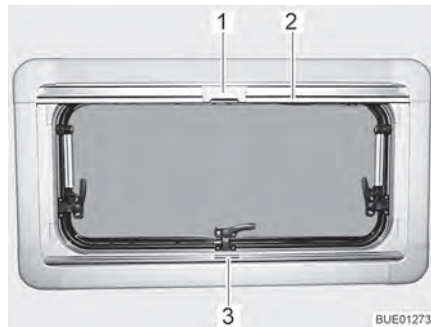
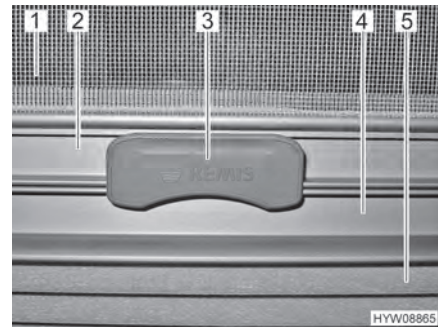

Bild 44 Överkantshängt fönster
Bild 45 Spärr
**Plisségardin** Plisségardinen (Bild 45,5) finns i den nedre rullgardinskassetten.
**Stänga:** ■ Ta tag i mitten på plisségardinens list (Bild 44,3 och Bild 45,4) och drag den nerifrån och uppåt och släpp den vid önskad höjd. Plisségardinen stannar på denna höjd.
**Insektsnät** Insektsnätet (Bild 45,1) finns i den övre rullgardinskassetten.
**Stänga:** ■ Drag, med listen (Bild 44,2 och Bild 45,2), ner insektsnätet tills listen stöter mot plisségardinen (Bild 45,4).
■ Lås fast insektsnätets spärr (Bild 44,1 och Bild 45,3) på plisségardinens list. När spärren är låst, kan plisségardinen och insektsnätet justeras samtidigt.
**Öppna:** ■ Tryck spärren (Bild 45,3) på insektsnätet uppåt.
■ För långsamt tillbaka insektsnätet med listen (Bild 44,2).